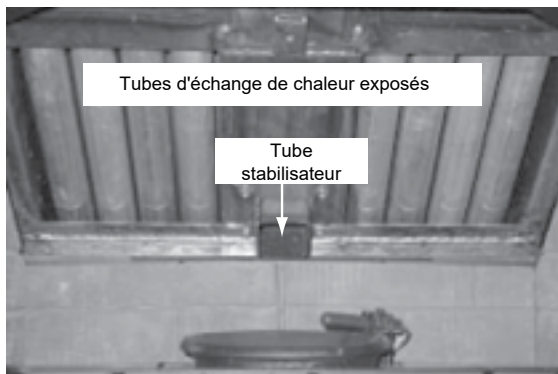

Figure 21.1
- a. Utilisez un aspirateur industriel pour aspirer les cendres volantes et la suie des tubes d'échange de chaleur et de la zone de la boîte à feu (**Figure 21.1**).